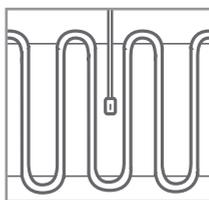
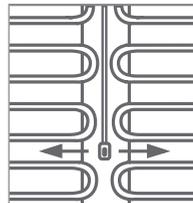

рис. 1
рис. 2
6. Расположите нагревательный мат относительно датчика температуры пола. проследите, расположение датчика должно быть внутри нагревательного мата (рис. 1) или между двумя матами (рис. 2) на равном расстоянии относительно витков греющего кабеля. Не устанавливайте датчик температуры пола между витками нагревательного кабеля (рис. 3).